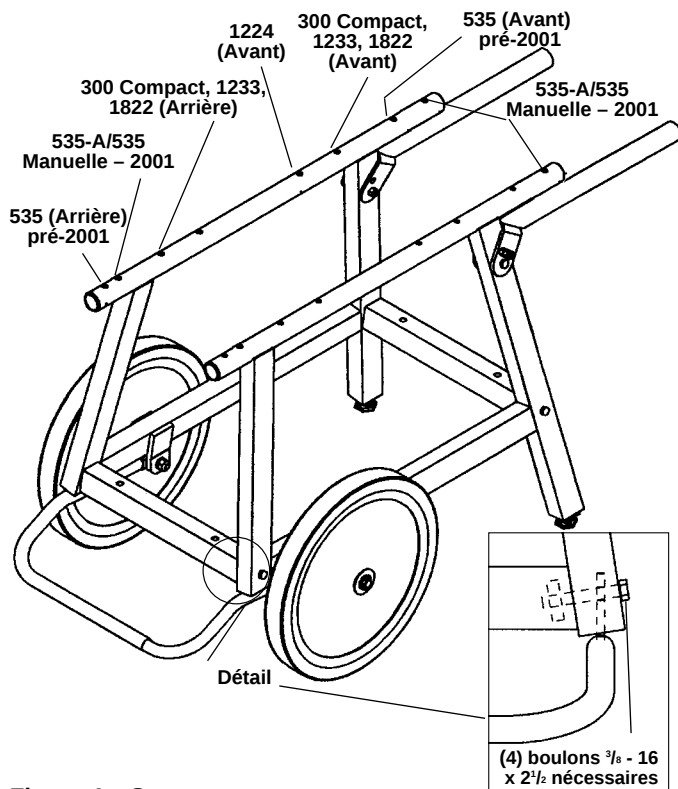

Figure 4 – Support
- Montez le support avec ses étiquettes orientées vers l'intérieur (Figure 4).
- Introduisez les arrêteurs en bas des pieds comme indiqué au dessin de détail. Utiliser les quatre (4) boulons 6-pans de $\frac{3}{8}$ - 16 x $2\frac{1}{2}$ po pour fixer les pieds à l'entretoise. Réglez les deux moitiés de l'arrêteur du support à la distance nécessaire pour recevoir les pieds arrière. La bride d'arrêt n'est ni nécessaire ni fournie avec le support fixe N° 100 avec tiroir.
AVERTISSEMENT La stabilité opérationnelle des machines RIDGID dépend de l'utilisation des trous de montage appropriés (Figure 4).